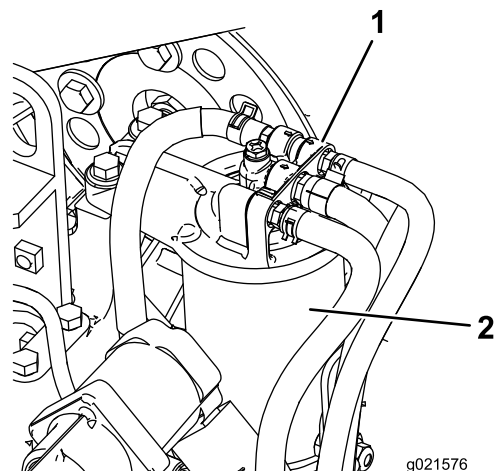

Bild 75
1. Reinigen Sie den Bereich um den Kraftstofffilterkopf (Bild 75).
2. Entfernen Sie den Filter und reinigen die Kontaktfläche (Bild 75).